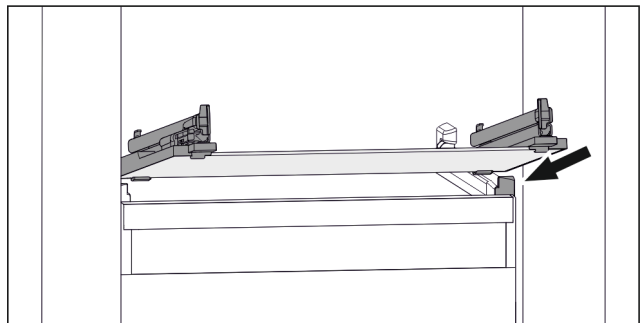

Fig. 119 Cam plakanın örnek gösterimi
- Cam plakayı durdurucuların çapraz arkasına yerleştirin. (bkz. Fig. 119)